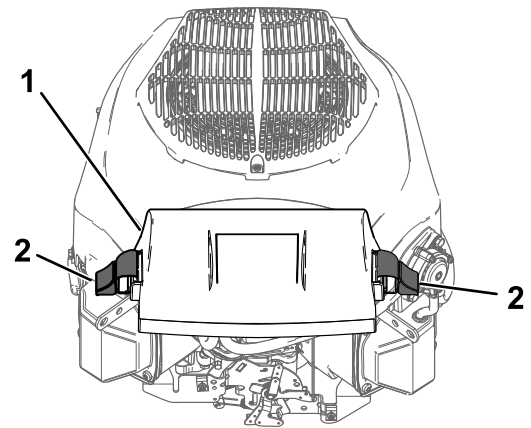

Figura 33
3. Instale la tapa y sujétela con los cierres (Figura 33).